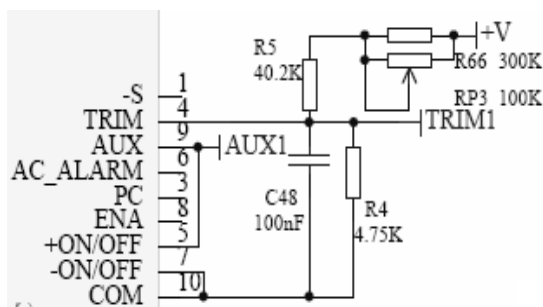
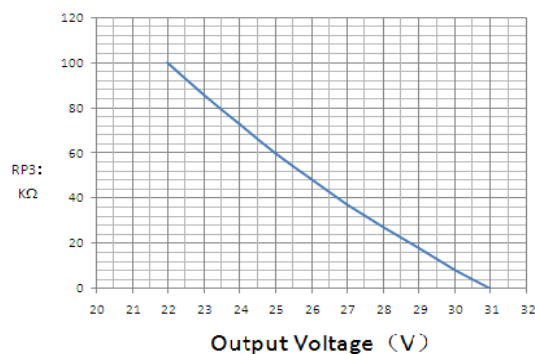

图15 输出电压上下调电路
图16 RP3阻值随输出电压的变化关系曲线
- (2) 通过更改图15中RP3电位器进行对输出电压进行上下调。RP3的阻值减小，输出电压增大，RP3的阻值增大，输出电压减小，可调电压输出范围为22V-31V（可见图16）。
- (3) 当运用中需要多个电源恒流充电功能并联使用，可单个恒流充电电路连接后，将各个单机的输出的正接连在一起、输出负连在一起即可。
- (4) 当应用在超级电容充电电路中时，为保证电容充电电压从0V开始，U2供电应采用外部供电，供电电压典型值±5V，电压范围±4V~±15V。应用电路见如17。